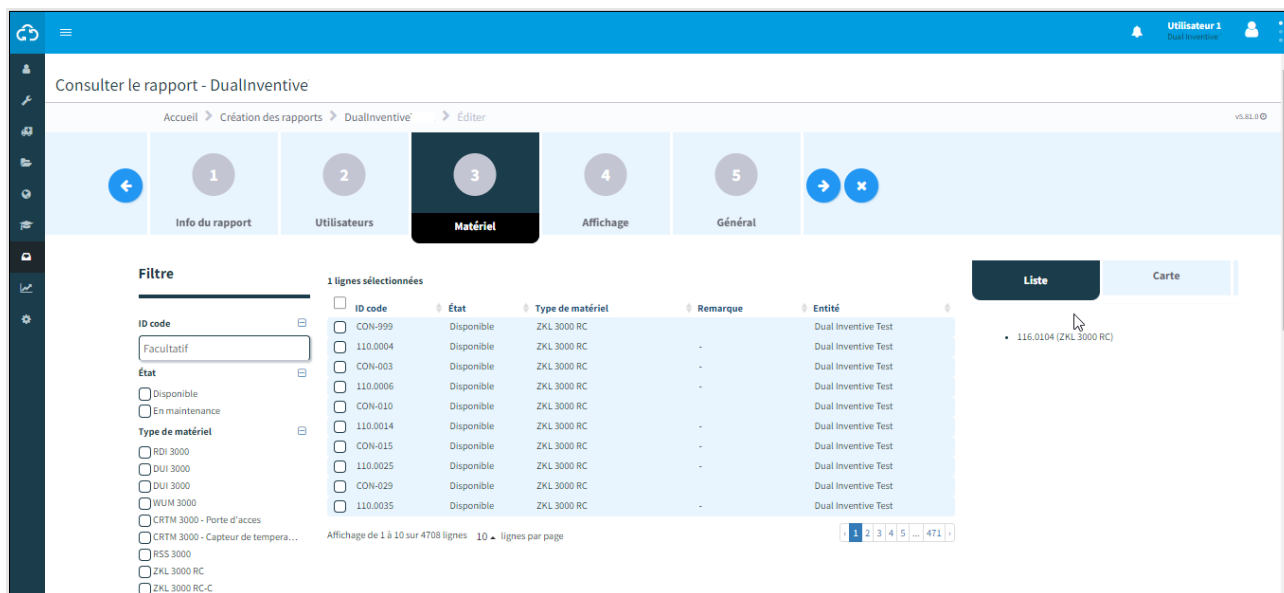

Figure 77 Consulter le rapport - matériels
- Étape 1 - matériels (Figure 77),